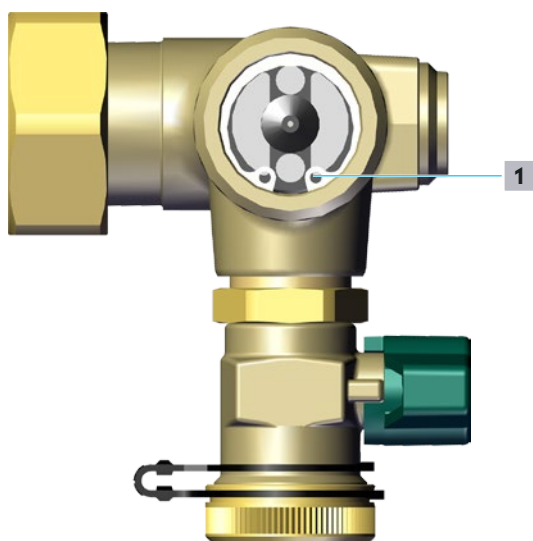

Fig. 36: Circlip
- 1** Desserrer le circlip (position **1** sur la Fig. 36 en page 39) avec une pince à circlip appropriée.
- 2** Mettre en place le circlip (position **1** sur la Fig. 36 en page 39).